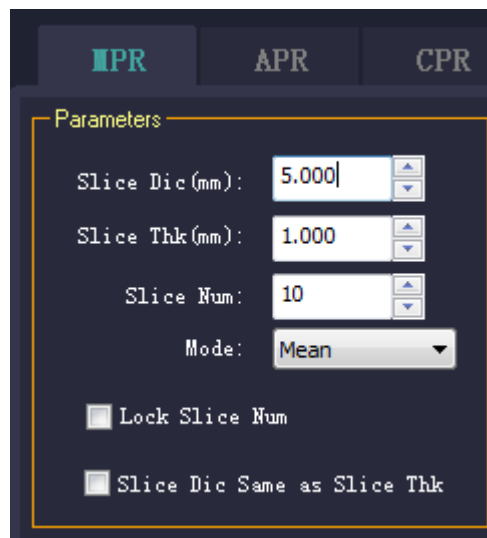

Рисунок7-2 Ввод в MPR-модуль
1. Выбрать команду [MPR→MPR] в интерфейсе [3D] для ввода в модуль процесса MPR-партии, как это показано на Рисунок7-2.